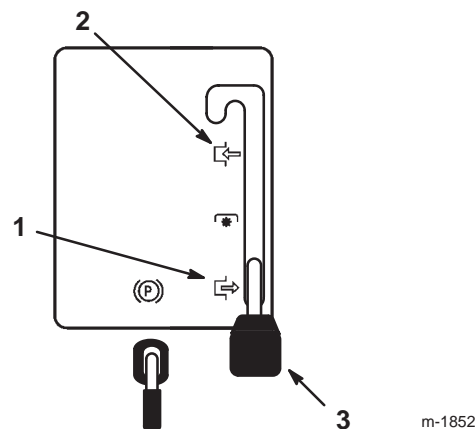

Figure 5
2. Mettez la commande de lame (PdF) en position embrayée (Fig. 5).
2. Mettez la commande de lame (PdF) en position débrayée (Fig. 5).
4. Mettez la commande de lame (PdF) en position débrayée (Fig. 5).